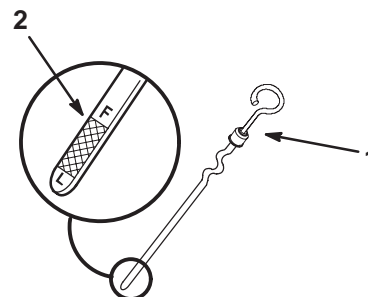

Bild 45
5. Schieben Sie den Ölpeilstab vollständig in den Einfüllstutzen. Ziehen Sie den Peilstab wieder heraus und prüfen Sie das Metallende (Bild 45). Gießen Sie, wenn der Ölstand zu niedrig ist, nur so viel Öl langsam in den Einfüllstutzen, dass der Ölstand die Voll-Marke erreicht.